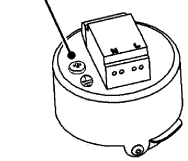

図3 アース接続
- ③アース線を接続する場合はD種(第三种)接地工事を施してください。(図3)